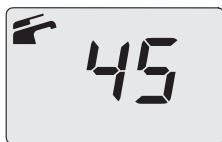

Figura 2.6
- El display LCD muestra la temperatura de la caldera (circuito primario) y el símbolo  (Figura 2.6).